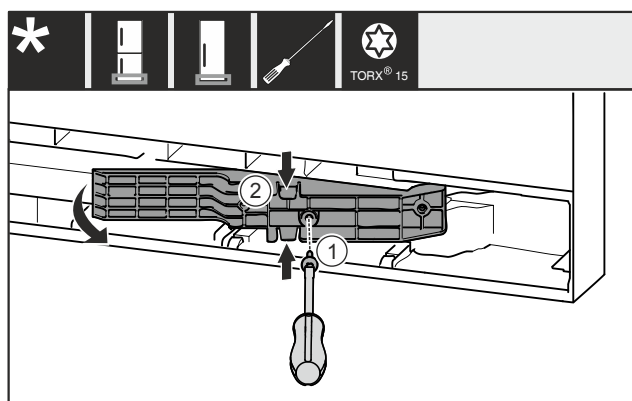

Fig. 20 *
- Извлеките винт Fig. 20 (1)*
- Слегка сожмите деталь адаптера Fig. 20 (2) сверху и снизу и извлеките ее.*